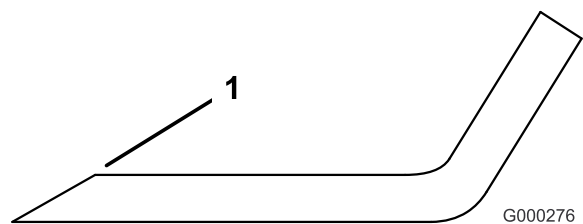

Bild 97
1. Schärfen Sie die Schnittkante an beiden Enden des Schnittmessers mit einer Feile (Bild 97). Behalten Sie den ursprünglichen Winkel bei. Das Schnittmesser behält seine Auswuchtung bei, wenn von beiden Schnittkanten die gleiche Materialmenge entfernt wird.